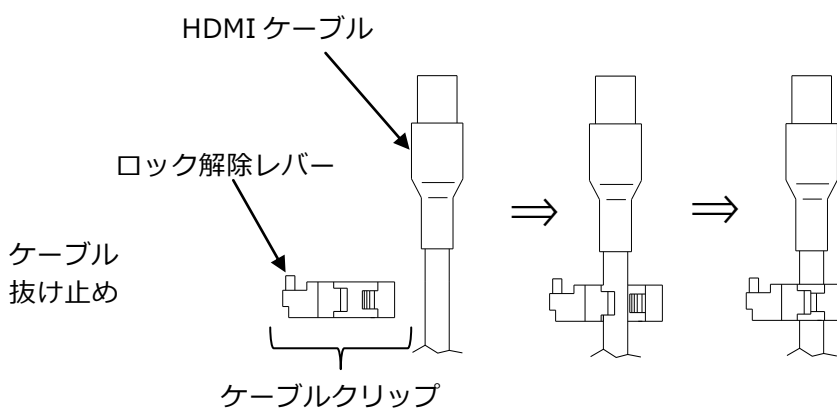

図 4-2
- (2) ケーブルクリップを HDMI ケーブルへ装着します。(図 4-2)